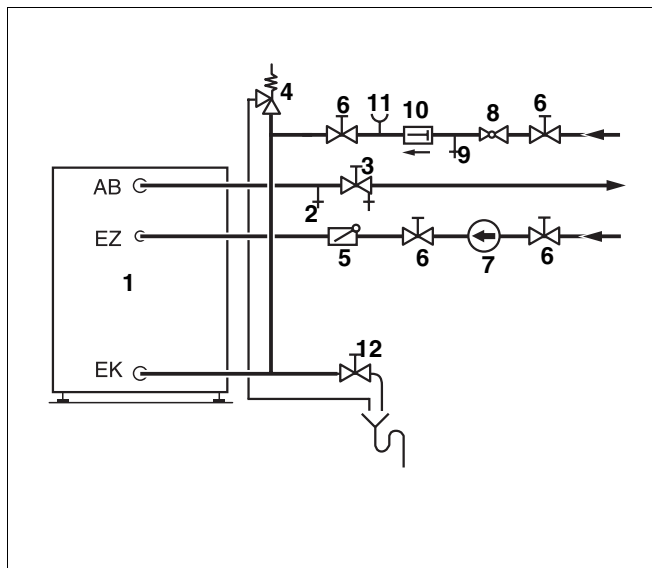

Fig. 6 Installation (schéma de principe)
Installation et équipement des conduites d'eau (fig. 6) en tenant compte des prescriptions et directives légales en vigueur.
- Monter la vanne d'aération et de purge (fig. 6, **pos. 2**) sur la conduite d'eau chaude sanitaire avant le robinet d'arrêt (fig. 6, **pos. 3**).
- Poser une plaque signalétique sur la soupape de sécurité (fig. 6, **pos. 4**) avec l'inscription suivante : "Ne pas fermer la conduite d'échappement. Pour des raisons de sécurité, de l'eau peut s'écouler pendant le fonctionnement du chauffage."